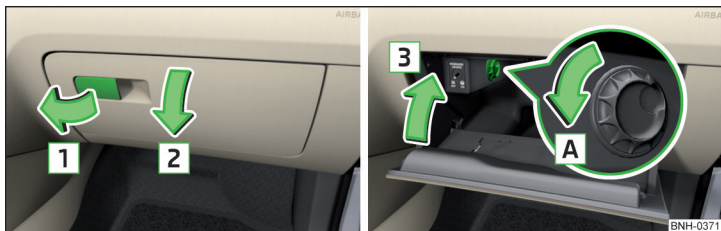

Abb. 71 Ablagefach öffnen / Ablagefach schließen und Luftzufuhr öffnen
- > Den Griff in Pfeilrichtung **1** » Abb. 71 ziehen.
» Abb. 71.
- > Durch das Drehen des Drehschalters in Pfeilrichtung **A** bis zum Anschlag wird die Luftzufuhr **geöffnet** » Abb. 71.